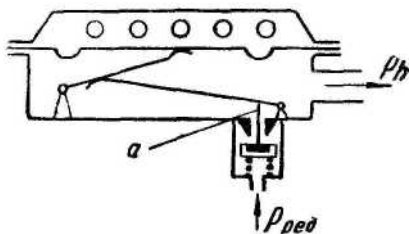

Рис. 5.
2) двухступенчатый автомат с клапаном, закрывающимся в направлении движения воздуха (рис. 5);
3) автомат, построенный по одноступенчатой схеме (устройство его аналогично устройству автомата, изображенного на рис. 5).
Чаще используются автоматы с открытием клапана встречным потоком воздуха (см. рис. 5). Таким автоматом снабжены акваланги типа АВМ-1 и АВМ-1М.